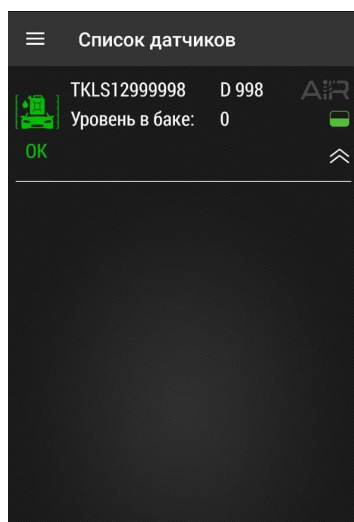

Рис.7. Найденные датчики.
- Запустите приложение USP Tool. Откроется окно поиска датчиков. Если в радиусе действия Bluetooth есть ранее активированные датчики, находящиеся в режиме «Работа» или «Конфигурация», они появятся на экране устройства **(Рис.7)**.